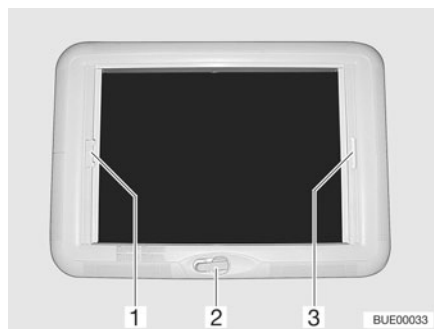

Fig. 67 Claraboya de manivela
- Girar la manivela (Fig. 67,2) hasta que se note resistencia (ángulo de apertura máx. 70°).
- Tirar del asidero (Fig. 67,3) del estor plegable y soltarlo en la posición deseada. El estor plegable se queda fijo en esta posición.
- Tirar del asidero (Fig. 67,1) de la protección contra insectos hacia el asidero opuesto del estor plegable (Fig. 67,3) y hacerlos engatillar.
- Presionar el tirador de la protección contra insectos (Fig. 67,1) por la parte de atrás hacia arriba y desengancharla del estor plegable (Fig. 67,3).